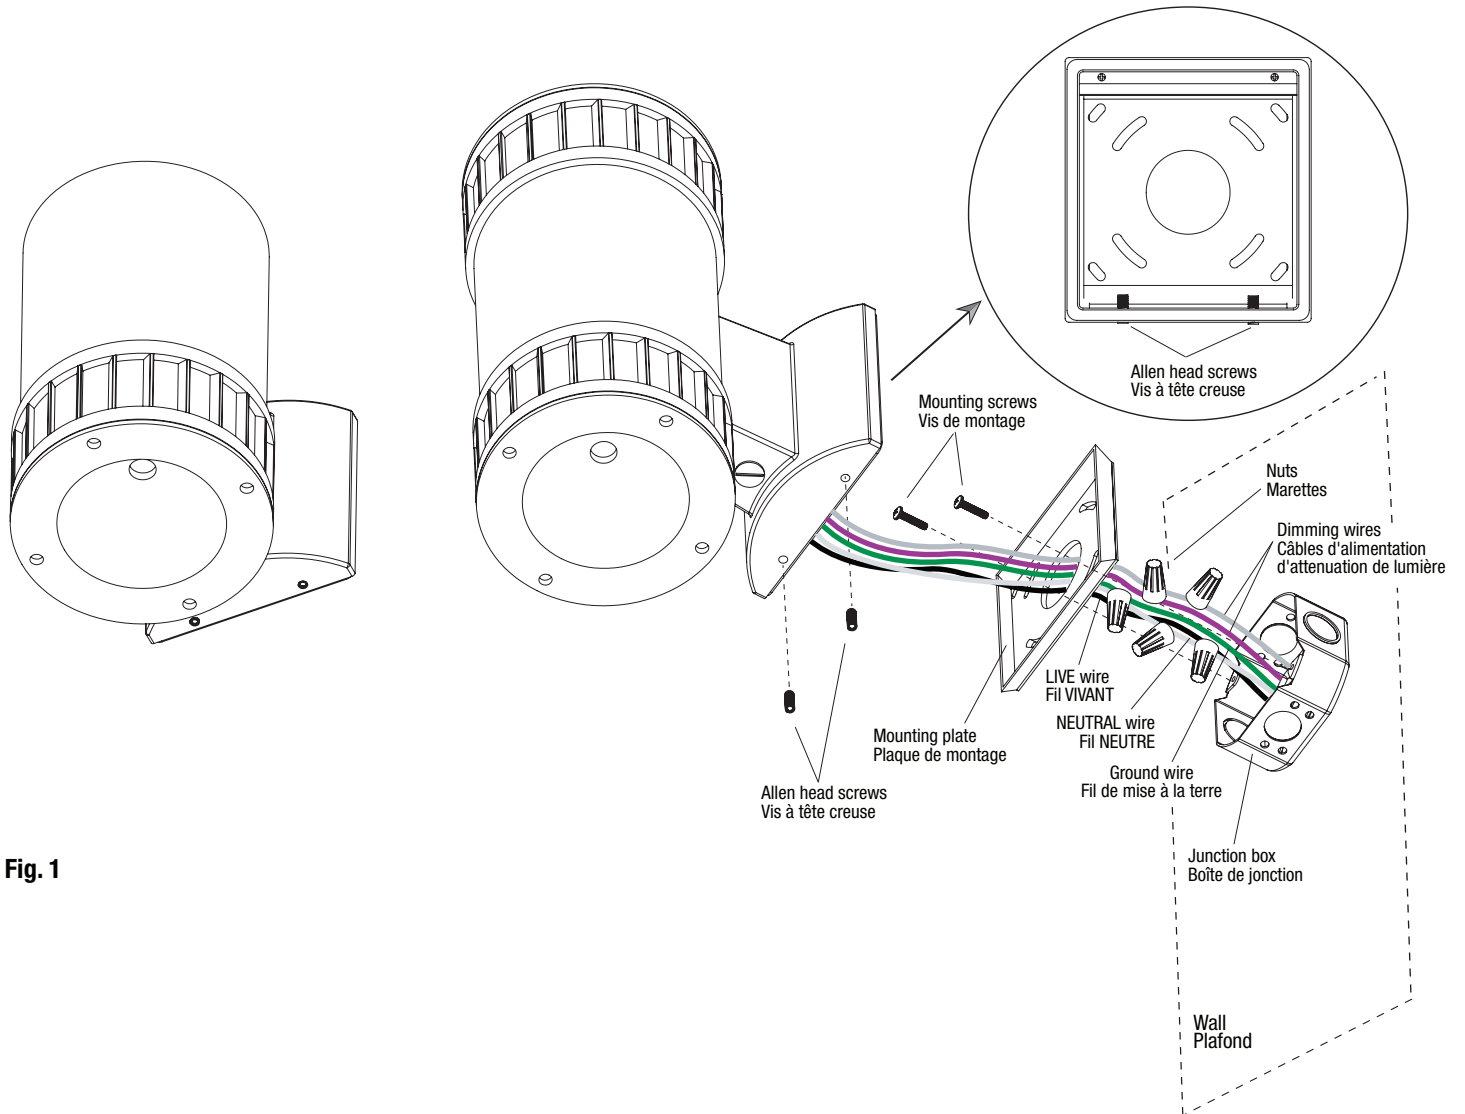

Fig. 1
1. Remove the rear mounting plate by loosening 2 allen head screws from bottom of the plate on the rear of the fixture. (Fig.1, detail)
1. Enlever la plaque de montage située à l'arrière du luminaire en dévissant les 2 vis à tête creuse. (Fig.1, détail).